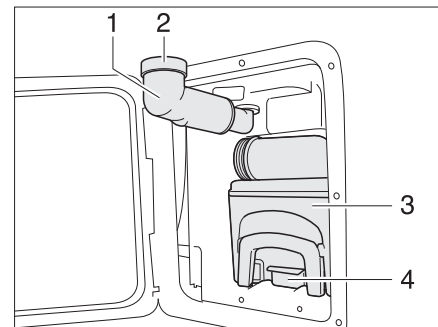

Fig. 161 Cassette Thetford
- Girar hacia fuera el tubo de llenado de agua potable (Fig. 161,1).
- Retirar la tapa roscada (Fig. 161,2).